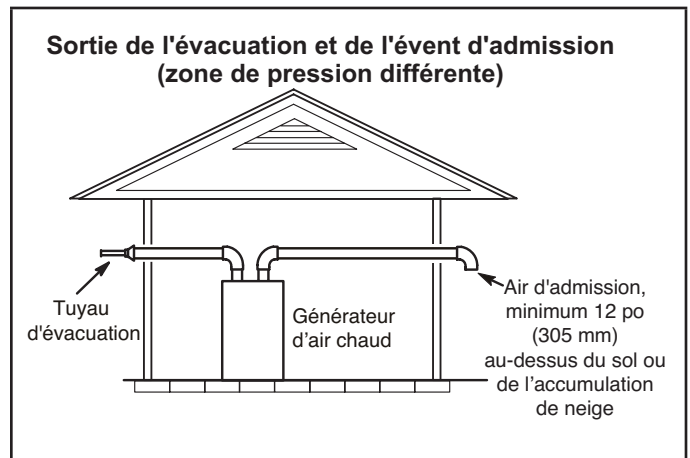
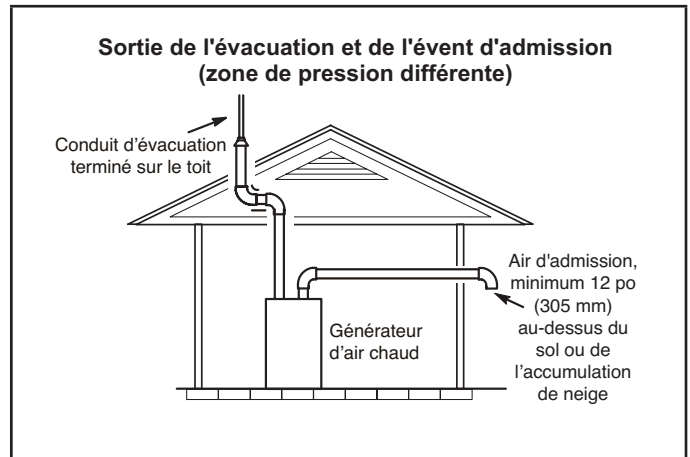

Figure 35
Figure 36
- 1 - Il n'est pas nécessaire que les terminaisons d'évacuation se trouvent dans la même zone de pression. L'admission peut sortir d'un côté de la structure et l'évacuation d'un autre côté (Figure 35). L'évacuation peut sortir par le toit et l'admission par le côté de la structure (Figure 36).